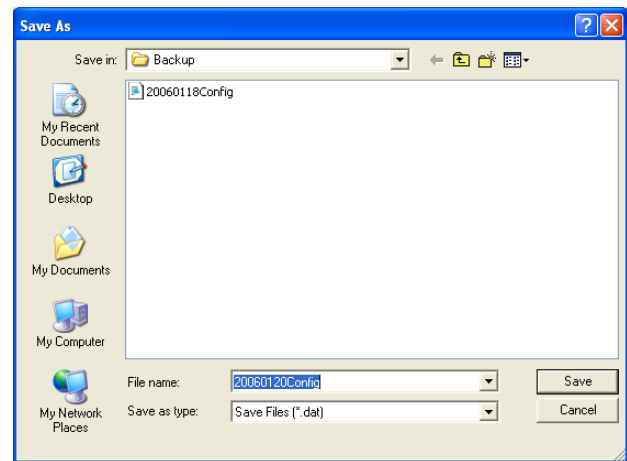

Abbildung 8.18: Fenster "Save schedule as"
- Bei Klicken auf Yes erscheint das übliche Save As-Fenster (siehe Abbildung 8.18). Wählen Sie den Bereich, in dem die Konfigurationsdatei gespeichert werden soll, und klicken Sie dann auf Save.